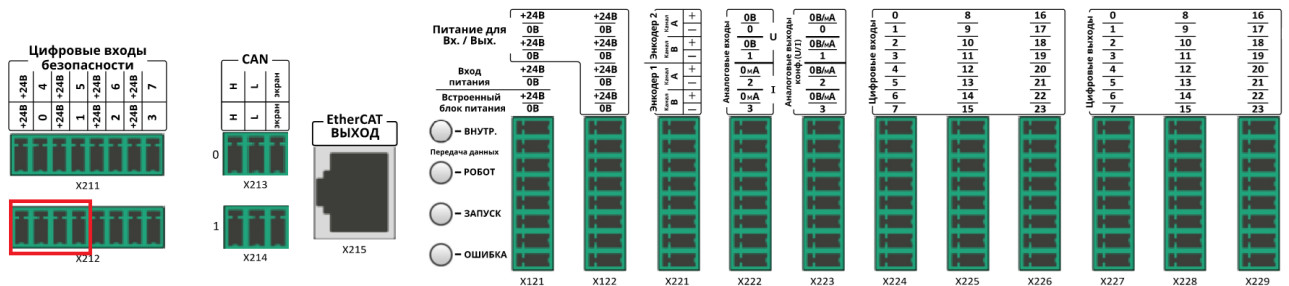

Рисунок 11 – Разъем подключения аварийной кнопки
- Установить соединение кнопки аварийного останова, протянуть разъем с кабелем через отверстие на нижней панели контроллера робота (2). Подключить разъем на внутреннюю панель к цифровым входам безопасности, для кнопки аварийного останова по умолчанию используются 0 и 1 клеммы разъема X212 (Рисунок 11).